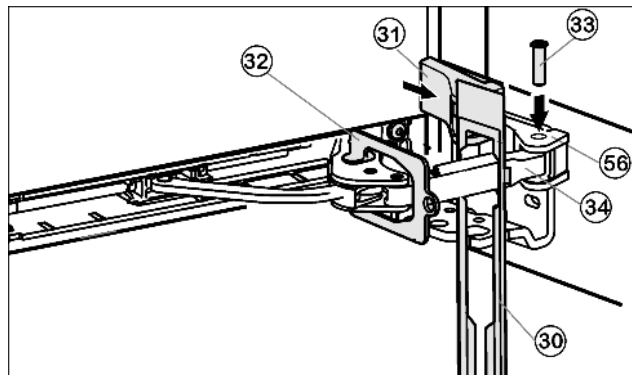

Fig. 19
- ▶ Навесьте накладку Fig. 19 (30) на амортизационную скобу таким образом, чтобы передние защелки показывали вперед, а передняя сторона была направлена к устройству.
- ▶ Притяните амортизационную скобу Fig. 19 (34) к опорной детали Fig. 19 (56) и сверху вставьте палец Fig. 19 (33) таким образом, чтобы квадратная головка сидела в углублении.
- ▶ Установите и защелкните крышку Fig. 19 (31).
- ▶ Выкрутите фиксатор Fig. 19 (32).
- ▶ Защелкните накладку Fig. 19 (30) на дверце.